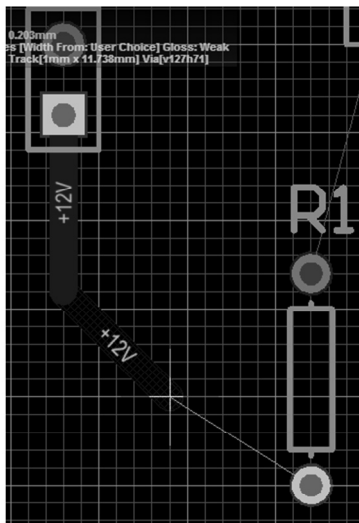

Рис. 4.19. Следование трассы за курсором
5. Переместите курсор к нижней контактной площадке резистора **R1**. Обратите внимание, что сегменты трассы отображаются в виде контуров или штриховки и следуют за курсором (рис. 4.19). Контур или штриховка означают, что сегмент еще не был размещен. Если вы будете перемещать курсор в исходное положение, неразмещенная трасса также будет укорачиваться. В данном случае можно осуществлять трассировку двумя способами: